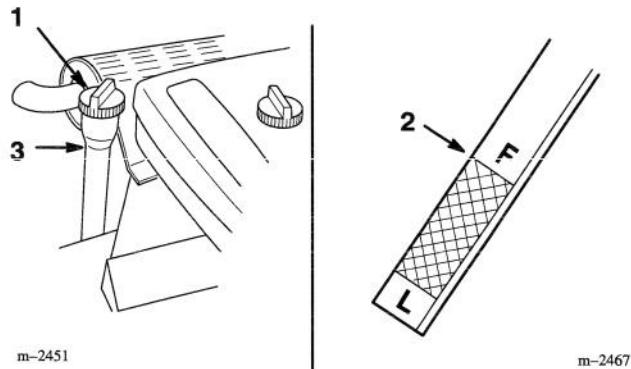

Figure 18
3. Nettoyer les abords de la jauge d'huile (Fig. 18) pour éviter l'introduction de saleté dans l'ouverture de remplissage, qui risquerait d'endommager le moteur.
4. Dévisser la jauge d'huile et bien essuyer l'extrémité métallique (Fig. 18).
5. Insérer la jauge à fond dans le goulot de remplissage, sans la visser (Fig. 18). Retirer la jauge et lire le niveau d'huile sur l'extrémité métallique. Si le niveau est bas, verser lentement de l'huile dans le goulot de remplissage, juste assez pour amener le niveau au repère du plein ("FULL").
6. Verser lentement environ 80% du volume d'huile spécifié dans le goulot de remplissage (Fig. 18), puis contrôler le niveau d'huile, voir Contrôle du